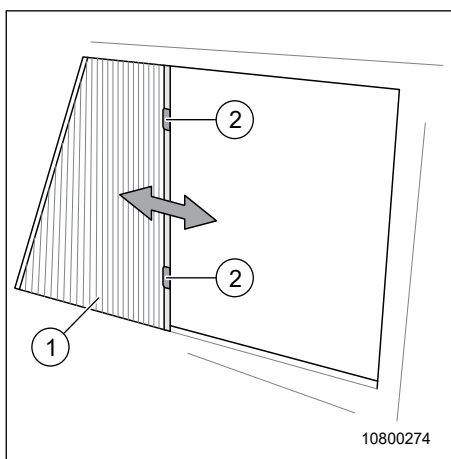

Fig. 74 Store occultant de la vitre latérale
1. Fermer le store (Fig. 74, pos. 1) dans le sens de la flèche (→) et le sécuriser avec la bande aimantée.
2. Ouvrir le store (Fig. 74, pos. 1) dans le sens de la flèche (←) et le sécuriser avec les poignées (Fig. 74, pos. 2) à l'entretoise de la vitre.